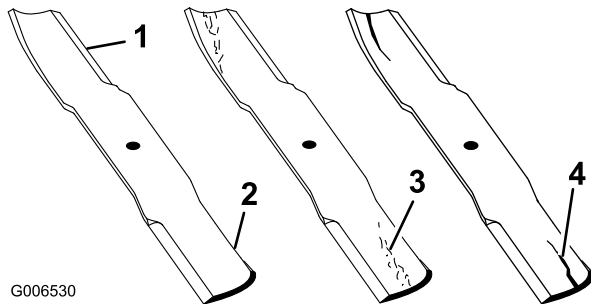

Figure 90
1. Examinez le tranchant des lames (Figure 90). Si les lames sont émoussées ou présentent des indentations, déposez-les et affûtez-les. Voir Affûtage des lames (page 65).
2. Inspectez les lames, surtout la partie relevée (Figure 90). Remplacez immédiatement toute lame endommagée, usée ou qui présente une entaille (Figure 90).